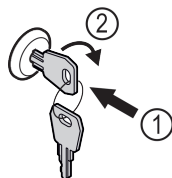

Fig. 105
- ▶ Insérer la clé Fig. 105 (1).
- ▶ Tourner la clé à 90° dans le sens horaire Fig. 105 (2).